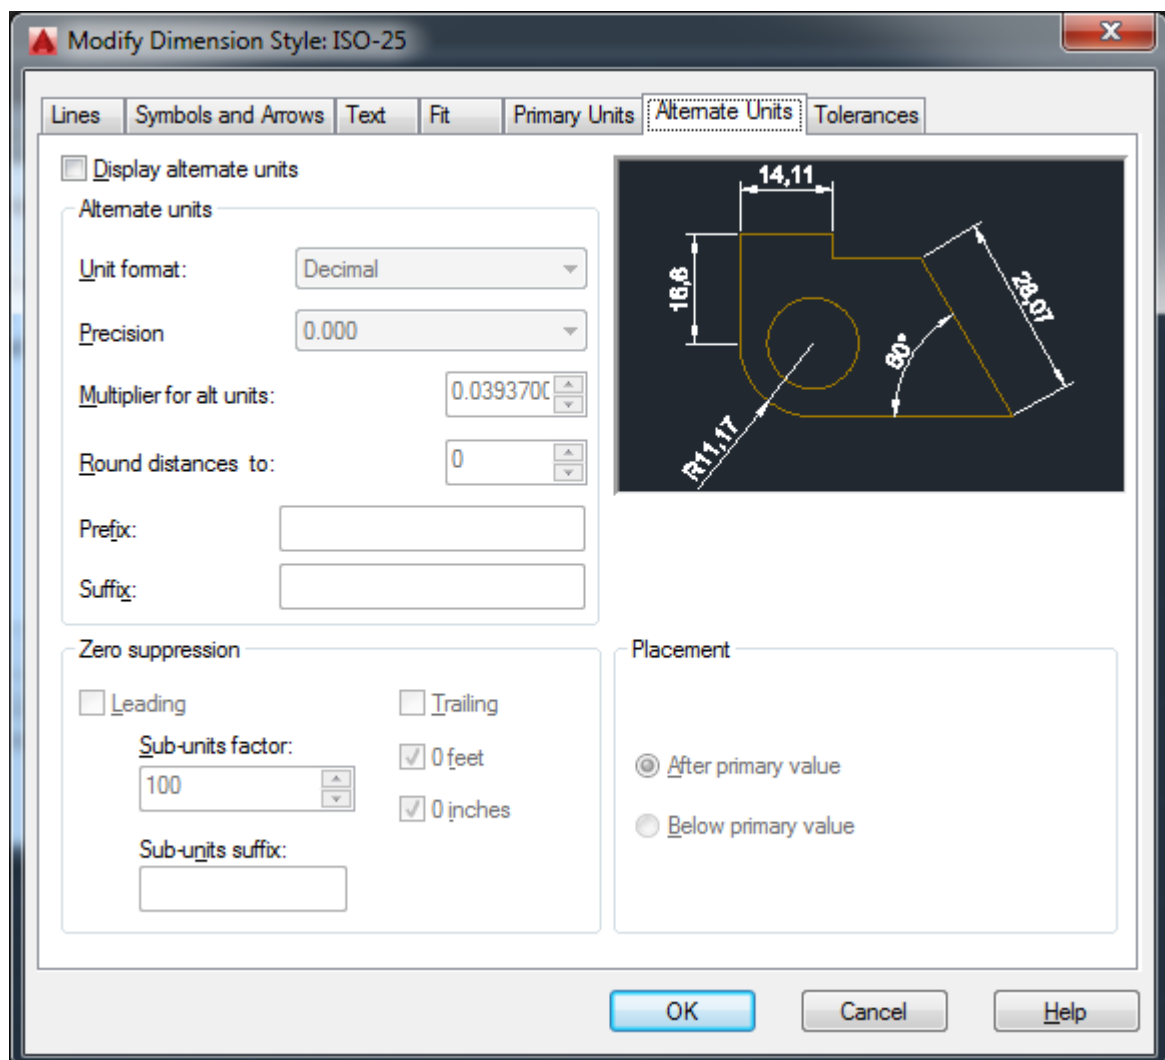

Рисунок 3.8 – Діалогове вікно вкладки Alternate Units
**Вкладка Alternate Units** (Альтернативні одиниці, рис. 3.8) призначена для керування відображенням у кресленні альтернативних одиниць вимірювання. Наприклад, у кресленні десяткові одиниці можуть використовуватися як основні, архітектурні – як альтернативні.